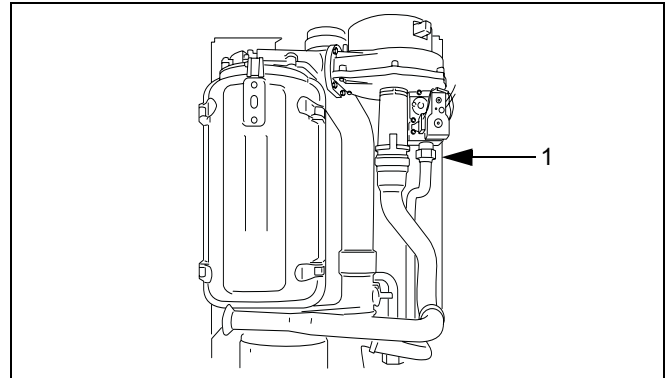

Fig. 43 Se demontează cuplajele de gaz
- Se demontează cuplajele de gaz dintre conducta de gaz și unitatea de preamestec gaz/aer (Fig. 43, Poz. 1).